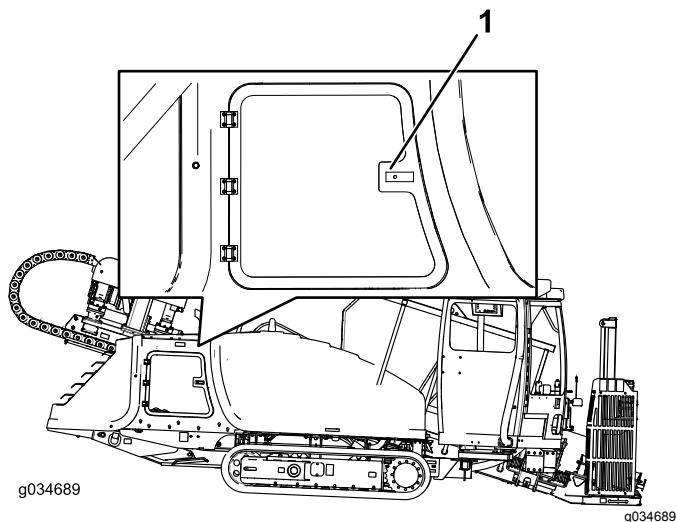

Рисунок 72
2. Нажмите на левую сторону ручки панели и потяните панель для открывания, когда ручка будет отпущена (Рисунок 72).